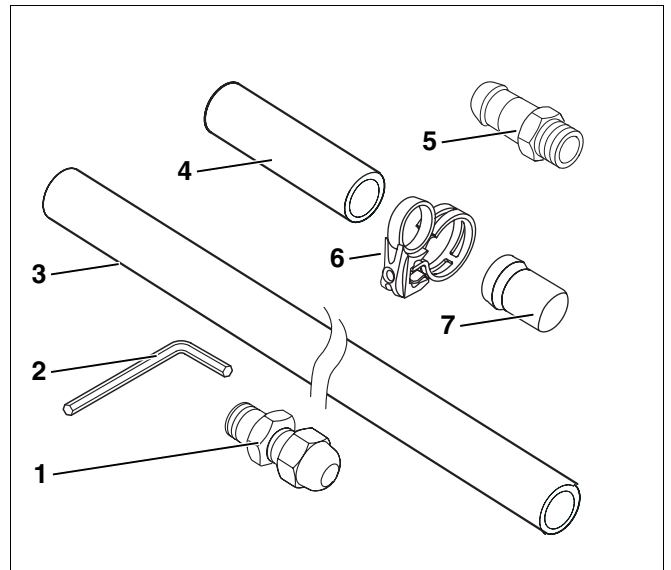

Fig. 4 Juego de montaje básico para tuberías
4.2.3 Juego de montaje básico para tuberías (por panel de colector) – fig. 4